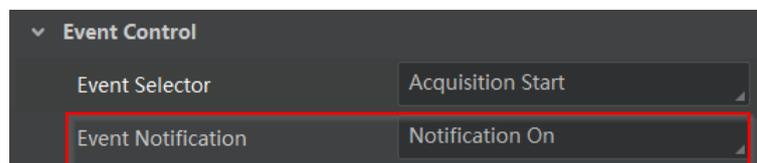

图7-11 设置事件通知状态
2. 设置参数 *Event Notification* 为 *Notification On*，如图 7-11 所示。